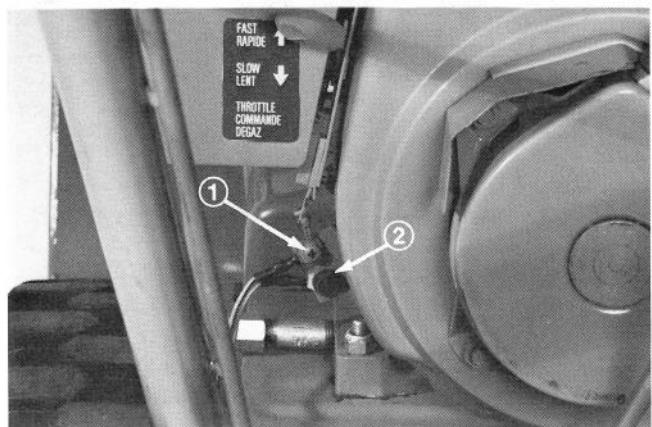

Figure 7
1. Enlevez la vis à tête Phillips et le fil du support du moteur, installez le fil à trou de plus petit diamètre et fixez de nouveau au support du moteur (Fig. 7).
2. Insérez la vis à tête à colerette dans le grand trou dans l'autre fil et installez-le dans le trou inférieur dans le support du moteur (Fig. 7).